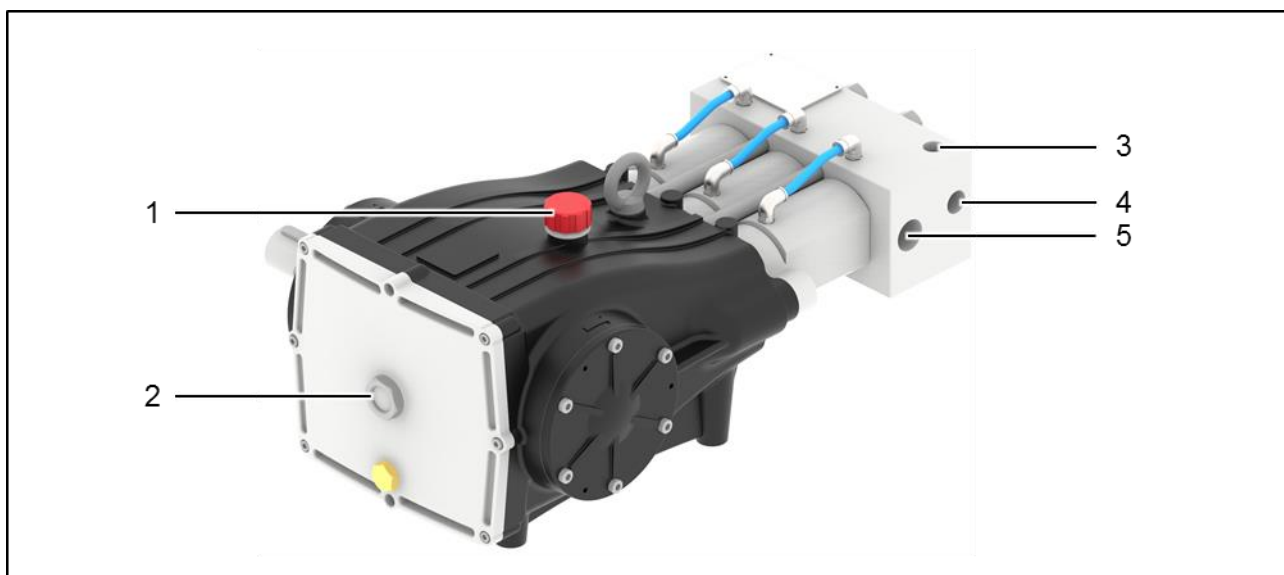

Figura 14: Prima messa in funzione (immagine simile)
- Prima di avviare la pompa per la prima volta, il livello dell'olio deve essere controllato. Il livello nominale dell'olio si trova al centro della spia di livello (Figura 14: Posizione 2).
1. Controllare il livello dell'olio attraverso la spia (Figura 14: Posizione 2). La quantità di olio corretta è raggiunta quando il livello dell'olio si trova al centro della spia di livello.
2. Se non è disponibile olio a sufficienza, svitare la bocchetta per il riempimento dell'olio (Figura 14: Posizione 1).
9. Collegare l'utensile idrico o le altre utenze con un flessibile ad alta pressione all'attacco alta pressione (Figura 14: Posizione 4) della pompa.
Prima di avviare la pompa, il livello dell'olio deve essere visibile al centro della spia di livello (Figura 14: Posizione 2).
La pressione di esercizio viene verificata sulla testa della pompa (Figura 14: Posizione 3) con un manometro dell'alta pressione (Figura 9). Per la pressione d'esercizio ammessa, vedere Tabelle 6: Pressione di esercizio.